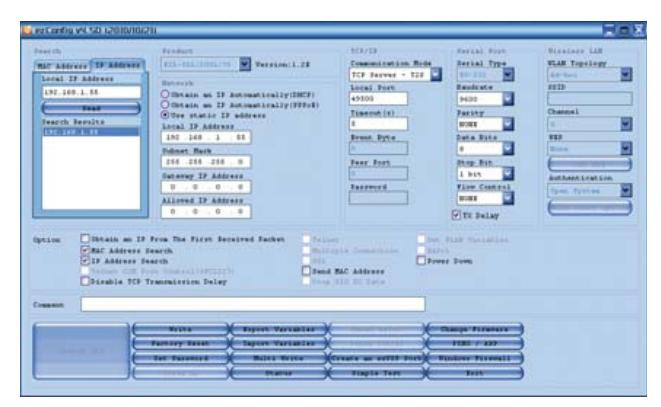

Bild 2. Das Tool „ezConfig“ erleichtert die Konfiguration der Module von Sollae.
**Bild 2** zeigt, was bei der Konfiguration des Moduls EZL-70 mit Hilfe der Software „ezConfig“ [1] eingetragen werden muss. Wichtig ist ein passender Timeout-Wert. Der Wert „0“ deaktiviert die Timeout-Überwachung. In Bild 2 sind 5 s eingetragen. Wenn der Client die Verbindung nicht beendet, dann wird das vom Modul nach 5 s erledigt, wonach es für eine neue Verbindung bereit ist. Mit einem simplen „ping 192.168.1.55“ (via Befehlszeile des PCs) kann man kontrollieren, ob das Modul erreichbar ist.